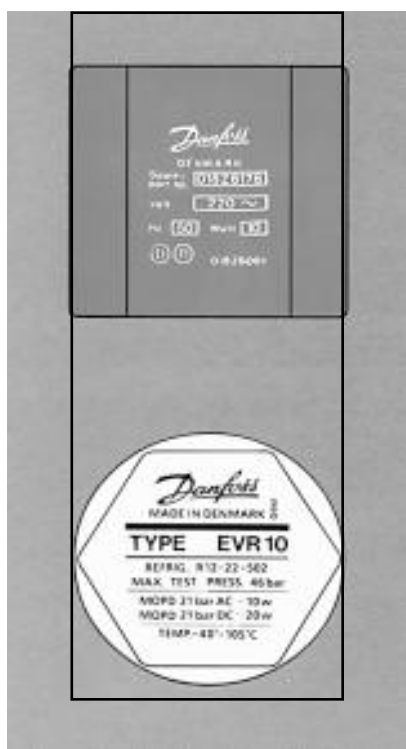

Рис. 12
- на клапане, предназначенном для катушки переменного тока, установлена прямоугольная табличка шильдика (рис. 12 верх);
- на клапане, предназначенном для катушки постоянного тока, установлена круглая табличка (рис. 12 низ)